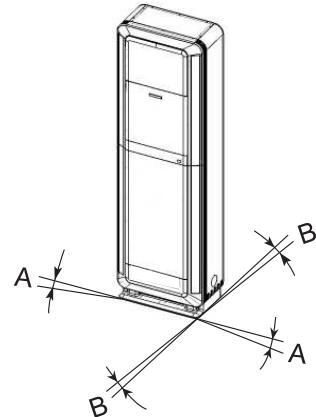

图2最大基础梯度
- (2) 确保基础平坦、水平并足够结实，遵照图2所示基础最大梯度的规定。
- (3) 为了使室内温度均匀，必须留意机器位置，使吹出空气分布均匀。